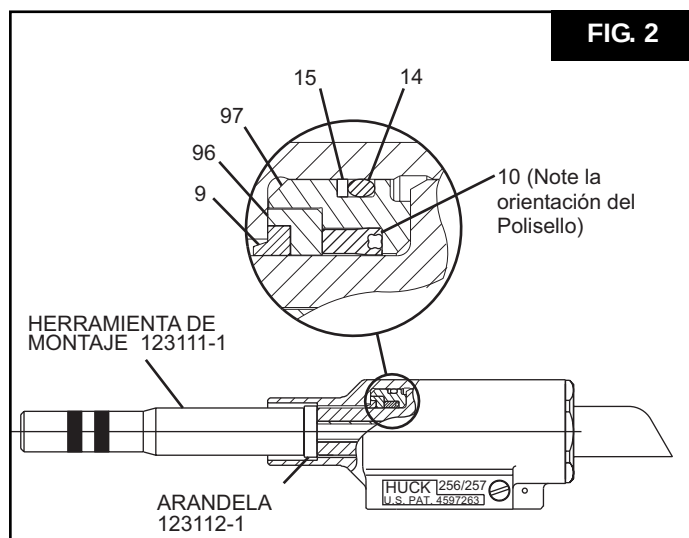

FIG. 2
la herramienta. (Fig. 2).
NOTA: Con este movimiento, también son expulsados los juegos de glandulas, delantero y trasero. (Fig. 2)
14. Monte la herramienta (123111-1) en el pistón (11), y empuje todo el juego dentro de la cabeza (Fig. 2). **NOTA:** La Arandela (123112-1) no se requiere en este paso.
15. Empuje la Glandula (97) con sus sellos (14), (15), (10), (9) y limpiador (96) en el Pistón (11). (Fig. 2).